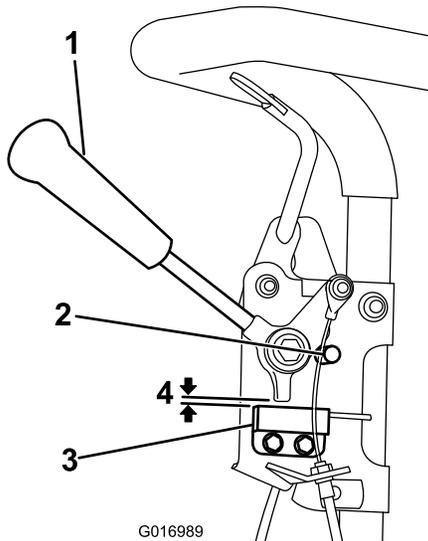

Bild 33
1. Stellen Sie sicher, dass der Motor abgestellt und der Fahrtriebshebel ausgekuppelt ist und den Neutralanschlag berührt (Bild 33).
2. Lösen Sie die Befestigungsschrauben des Sicherheitsschalters (Bild 33).
3. Legen Sie eine 0,08 cm dicke Beilagscheibe zwischen dem Fahrtriebshebel und dem Sicherheitsschalter (Bild 33).